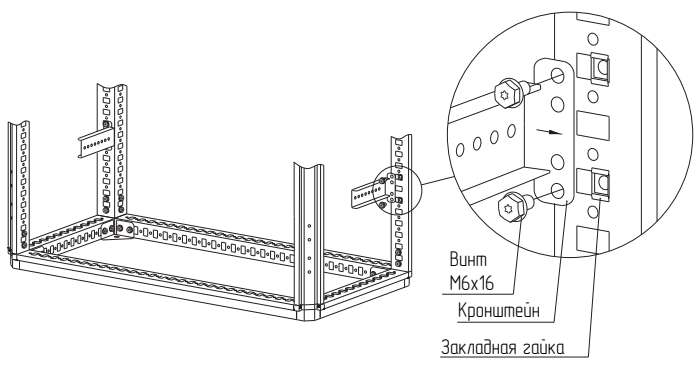

Рисунок 46
– вариант 2. Набором «закладная гайка М6 – винт М6×16 – шайба 6». Для этого предварительно установить закладные гайки в квадратные отверстия вертикальных дополнительных стоек и закрепить кронштейны винтами М6×16 и шайбой 6 (рисунок 46). Момент затяжки – 7 Н·м.